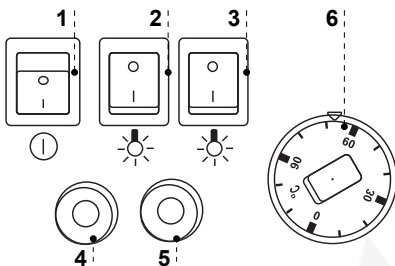
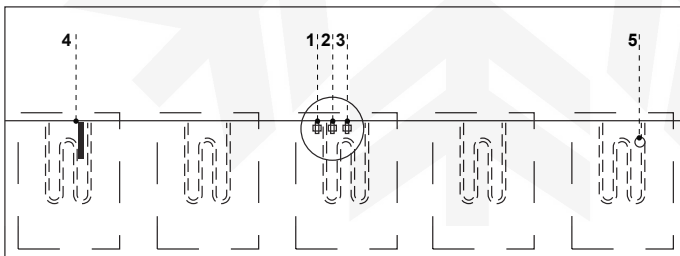

Abb.6 Steuerungspaneel
Abb.7 Bain-Marie-Wanne
- Hauptschalter drücken Abb.6/1 (S.16), wodurch die Heizelemente der Bein-Marie-Wanne eingeschaltet wird
- Mit dem Drehschalter der Regelung Abb.6/6 (S.16) die gewünschte Temperatur einstellen
- Schalter für Beleuchtung drücken Abb.6/2;3 (S.16)
Optimale Höhe des zugegossenen Wassers solle mehr als die Höhe (2) Abb.7 (S.16) betragen. Es ist darauf zu achten, dass die Höhe des gegossenen Wassers nicht zu hoch wurde, weil dass zur Verlängerung der Erwärmungszeit führt. Ausserdem kann das Wasser die entsprechende hohe Tempepratur nicht erlangen, und die Heizkörper können dauernd arbeiten, was zu grösserem Stromverbrauch und schnellerem Verschleiss der Heizkörper führt.
Die Bain-Marie ist mit **Wasserhöheregler SPW-4** ausgestattet, der zur Steuerung und Überwachung der Wasserhöhe in der Wanne dient. Der Regler hat die Ton- und Lichtsignalisation (Abb.6/4;5 (S.16)) die zur Darstellung des Bain-Marie-Betriebes dient.
Das Bain-Marie ist mit einer mechanischer Temperaturregelung ausgestattet. Die Temperaturfühler Abb.7/4 (S.16) befindet sich in Bain-Marie-Wanne. Mit dem Drehschalter Abb.6/6 (S.16) für die Temperaturregelung kann die gewünschte Wassertemperatur in der Wanne eingestellt werden, indem der Drehschalter gedreht wird und in einer angemessener Stellung eingestellt wird. Durch das Drehen des Schalters im Uhrzeigersinn wird die eingestellt Temperatur erhöht, und durch das Drehen gegen Uhrzeigersinn wird diese abgemindert. Die Verdrehung des Drehschalters in die Endstellung führt zum Ausschalten der Heizelementen, obwohl die Versorgung eingeschaltet ist.
Die Glühlampen und die IR-Strahler können unabhängig mit den Tasten auf dem Steuerungspaneel Abb.6/2;3 (S.16) eingeschaltet werden.